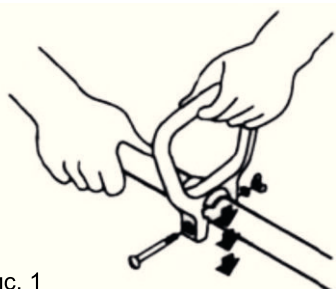

рис. 1
1. Установите рукоятку на верхнюю часть штанги (**см. рис. 1**).